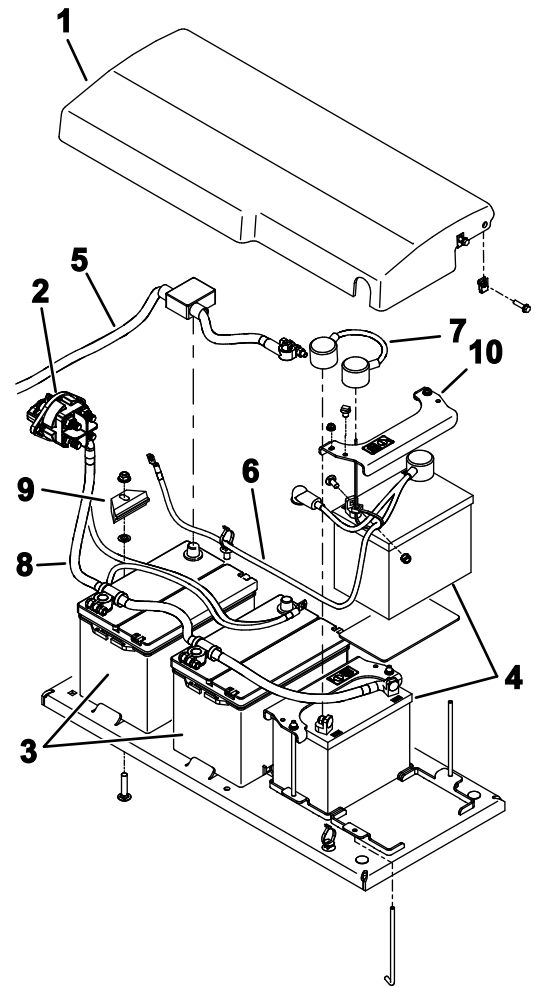

Figura 115
- Retire las fijaciones que sujetan la tapa de la batería a la máquina, y retire la tapa (Figura 115).
- Retire las baterías de la máquina con cuidado (Figura 115).
1. Sujete las baterías con las pletinas de sujeción (Figura 115).